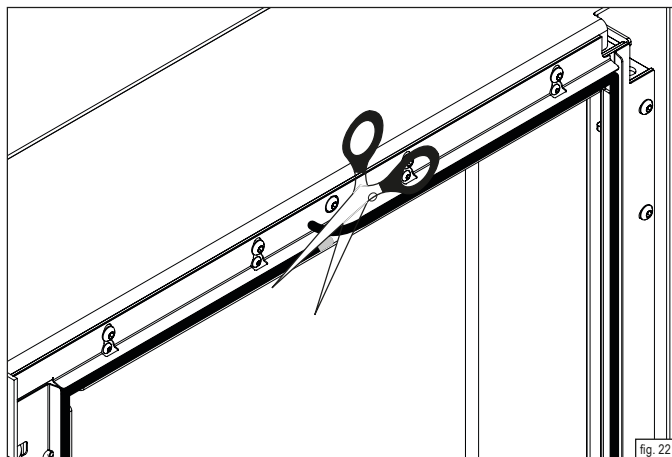
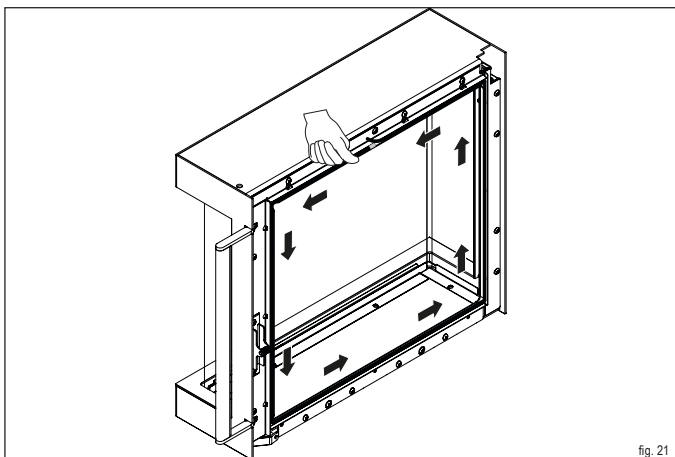

fig. 22
fig. 21
- ▶ **Iniziare a collocare la guarnizione dal centro della guida, nell'area superiore dello sportello della camera di combustione. Premere omogeneamente la guarnizione nella guida (fig. 21). Far sporgere leggermente l'estremità e tagliare la guarnizione in modo che collida (fig. 22).**